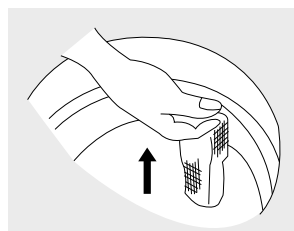

Figura 24
- Tire el marco del filtro hacia arriba. (Figura 24)